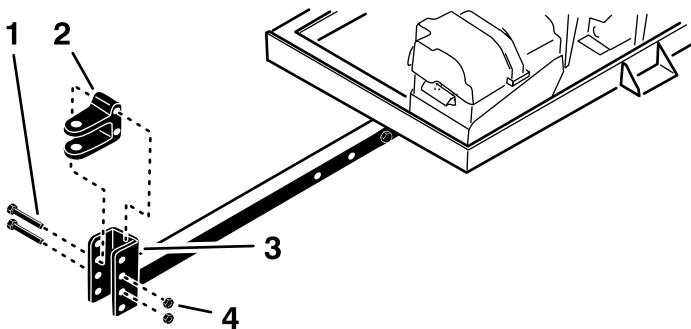

Figure 5
- Retirez les 2 boulons et les 2 contre-écrous qui fixent la chape d'attelage (Figure 5) au tube d'attelage.
- Fixez la chape d'attelage au tube d'attelage à l'aide de 2 boulons et 2 contre-écrous (Figure 5).